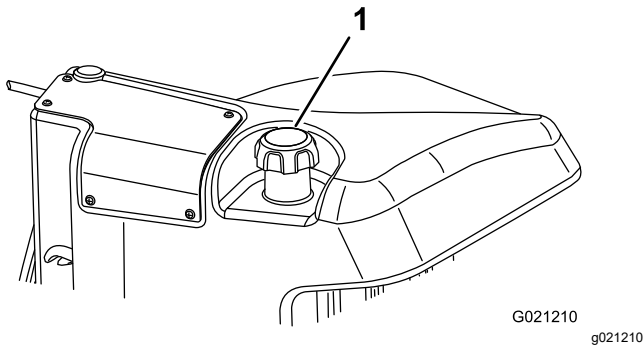

Bild 49
3. Nehmen Sie den Deckel vom Kraftstofftank ab (Bild 49).